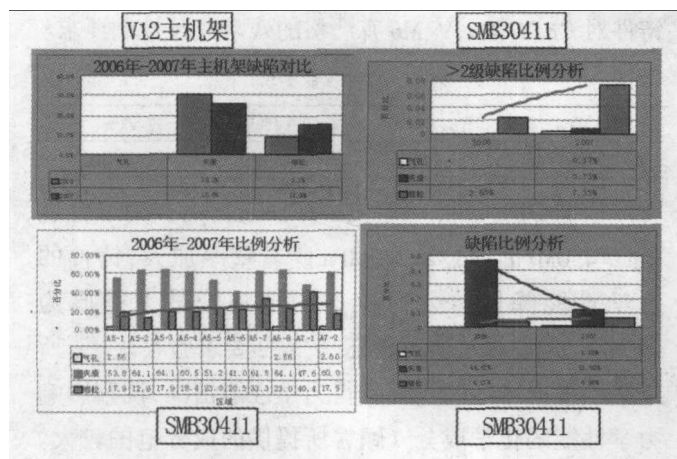

图 2
3.2 将总结归纳的缺陷倾向性分析,隐患趋势分析直方图、趋势图(见图 2)加以注解并以邮件形式发送到产品质量、工艺主管,使其更好的了解铸件质量趋势。